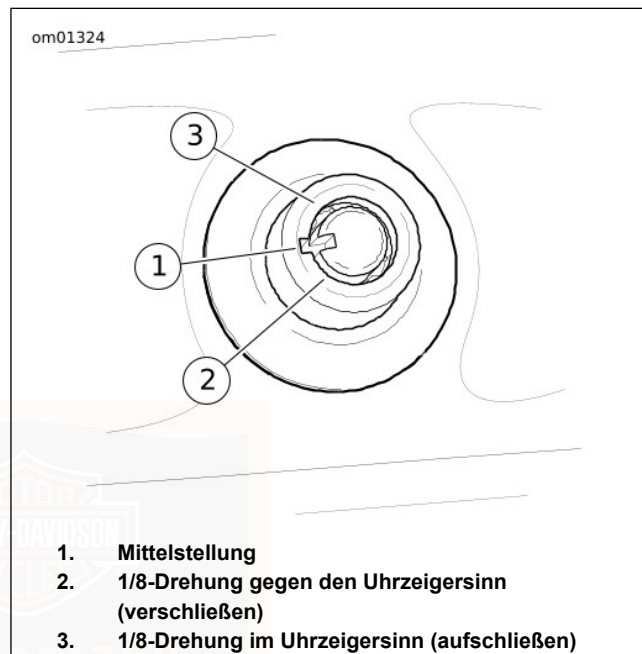

Abbildung 56. Aufbewahrungskofferschloss: FLHTCUTG
1. Siehe Abbildung 56. Um den Kofferraum aufzuschließen, Schlüssel in das Zylinderschloss stecken und im Uhrzeigersinn eine Achteldrehung drehen. Schlüssel zurück in mittlere Position bringen und herausziehen.